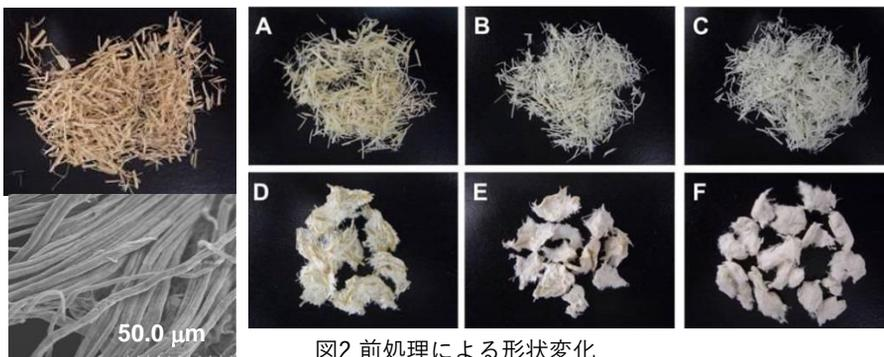

図2 前処理による形状変化
- 図2中の3回ASC+SBを使用して行った実験の結果である。